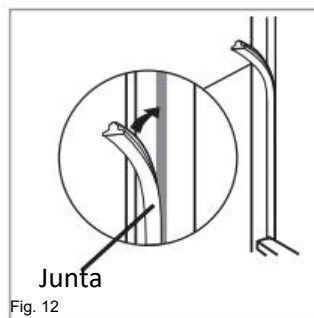

Fig. 12
- Tape a abertura do lado sem dobradiças com a tira da junta/vedante fornecida, conforme ilustrado na Fig. 12.